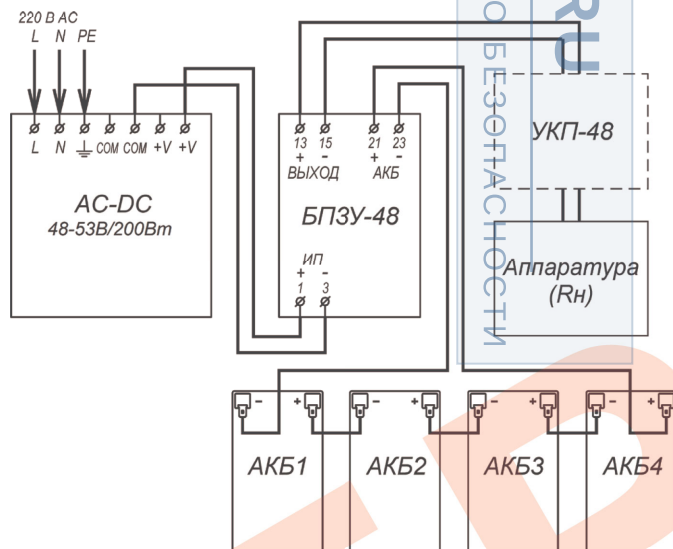
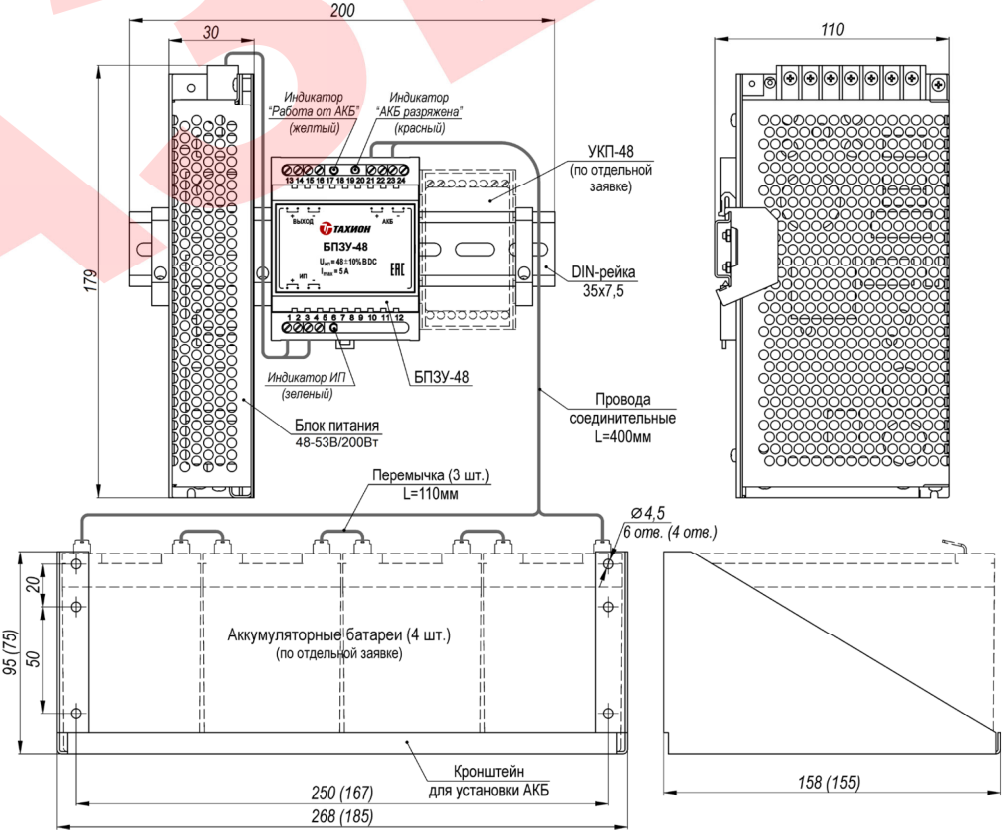

Рис.2 Схема электрическая принципиальная
Рис.1 Устройство, габаритные и установочные размеры (В скобках даны размеры на кронштейн для 4-х АКБ 2,2А·ч.)
Подключение цепей изделий производится в соответствии со схемой электрической принципиальной (рис.2). Для подключения необходимо:
2. Установить аккумуляторные батареи на кронштейн (см. рис.1) и подключить их проводами соединительными к контактам 21 (+) и 23 (-) БПЗУ-48, соблюдая полярность. Соединить аккумуляторы перемычками.
4. Подать трехпроводным кабелем напряжение питания 220В AC на соответствующие контакты блока питания, при этом фазный провод (L) соединить с контактом L, нулевой провод (N) с контактом N, а провод заземления соединить с контактом PE.
- 12. Габаритные размеры см. рис.1
Устройство изделия приведено на рис.1, схема подключения на рис.2.